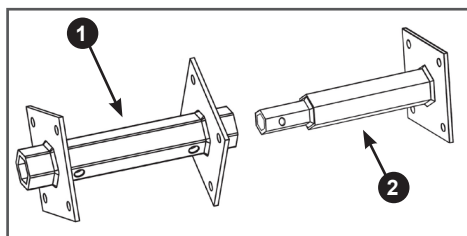

Рис. 14. Секции оси фрезы
2. Определите какой стороной основная секция 1 оси фрезы устанавливается на вал редуктора и к какой стороне крепится дополнительная секция 2 оси фрезы (Рис. 14). Вставьте дополнительную секцию в основную сначала с одной стороны, затем с другой, при этом должна совпасть только